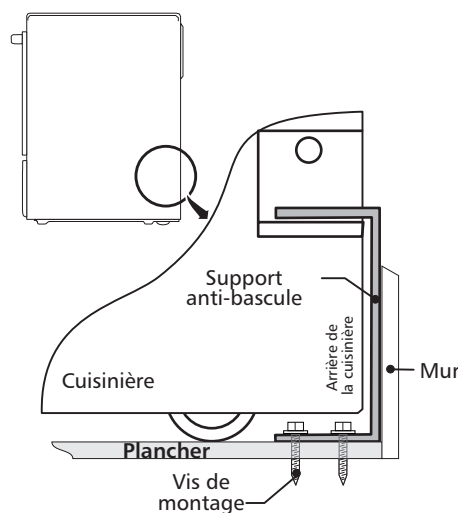

Figure 19
4. Enlevez le gabarit et placez le support anti-bascule sur le plancher. Alignez les trous dans le support anti-bascule avec les trous tracés sur le plancher et fixez avec les 4 vis fournies. Le support anti-bascule doit être fixé sur un plancher solide (Figure 19). Si vous les fixez à un plancher en béton, percez d'abord des trous pilotes de 3/16" (0,5 cm) de diamètre à l'aide d'un foret à maçonnerie.
6. Remplacez la cuisinière en la faisant glisser, en vous assurant que la patte centrale est bien agrippée au support anti-bascule (Figure 19). Abaissez l'appareil en ajustant les vis et les dispositifs de nivellement jusqu'à ce que le dessous de la surface vitrifiée touche à peine le dessus du comptoir. Référez-vous à la section Mise à niveau de la cuisinière.